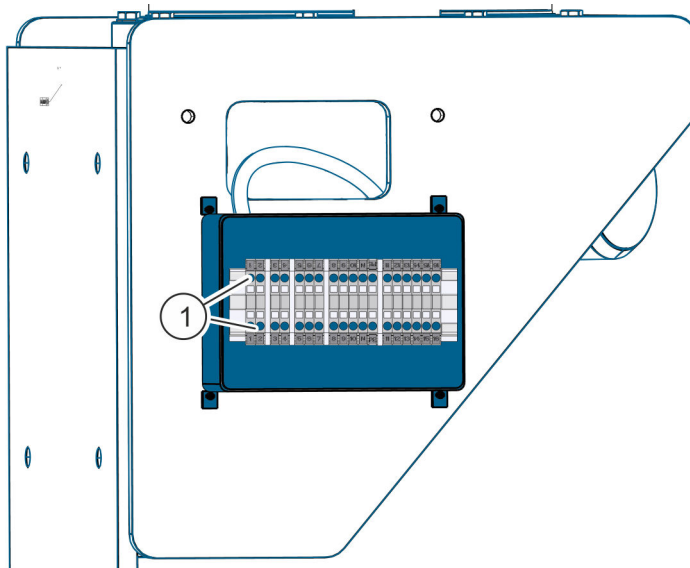

Abb. 19: Elektrische Anschlüsse
- ➔ Elektrische Anschlüsse (Abb. 19/1) des Schwenkarms gemäß Klemmenbelegungsplan herstellen.